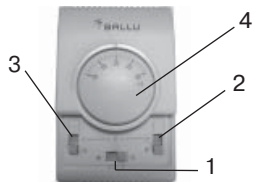

Рис. 2. Блок управления
4.2. Завеса состоит из корпуса 1 (см. рис. 1), изготовленного из листовой стали, покрытой высококачественным полимерным покрытием. Внутри корпуса расположены диаметрально вентиляторы и игольчатые электронагреватели («ститч-элементы»). Вентиляторы всасывают воздух через переднюю перфорированную стенку корпуса 2, поток воздуха, проходя через электронагреватели, нагревается и выбрасывается через решетку 3 в виде узкой направленной струи. Управление завесой осуществляется с выносного блока управления (см. рис. 2).
4.3. Электрические схемы завес приведены на рис.2,3 Приложения.
5.4. Подключение к электросети осуществляется через автоматический выключатель в соответствии с «Правилами эксплуатации электроустановок». Для этого необходимо снять крышку на верхней стенке корпуса, завести силовой кабель и подключить его к клеммной колодке в соответствии с рис. 4, 5 Приложения (см. также электрические схемы рис. 2, 3 Приложения). Система управления имеет внутреннюю заводскую коммутацию. Автоматический выключатель и сечение подводимого кабеля должны соответствовать табл.3.
5.6. Выносной пульт управления подключен на заводе-изготовителе (электрическую схему пульта управления см. на рис. 2, 3 Приложения).
6.1. Перед включением завесы переключатели пульта управления должны находиться в положении 0 (см. рис. 2)